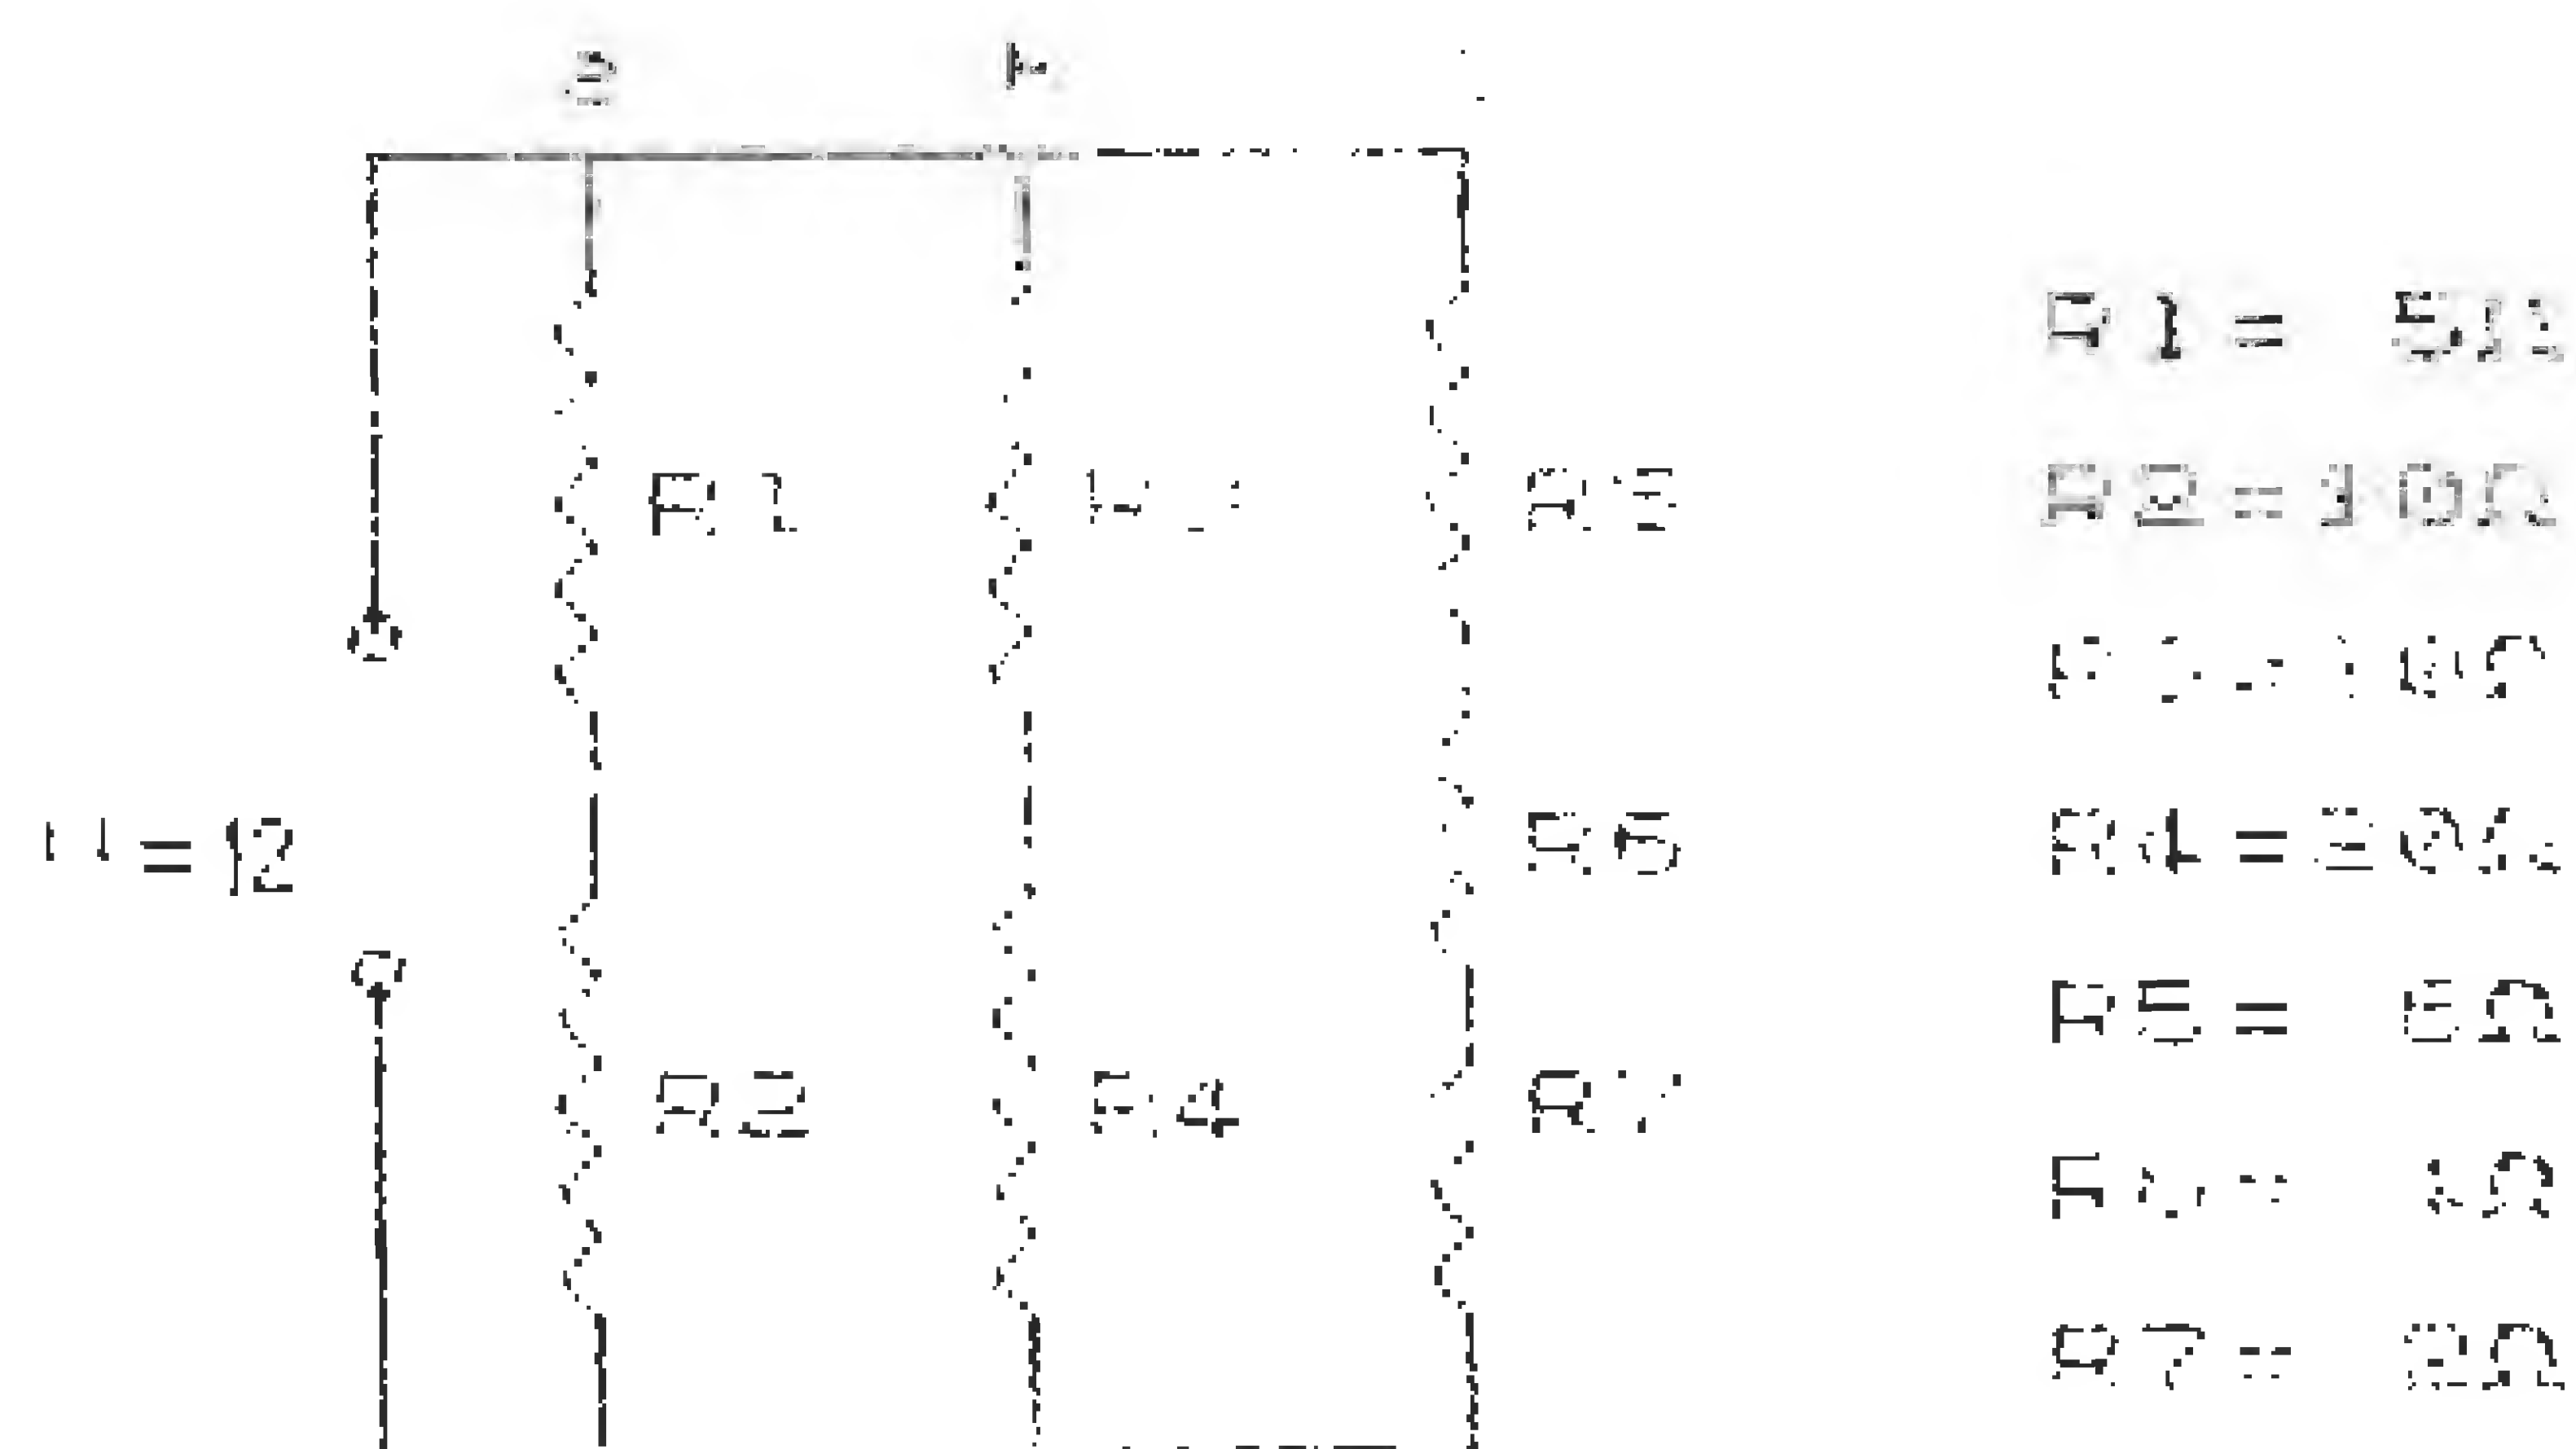

Figura 27/2
- 14 — Reportando-se à figura 27/2, monte uma resistência com  $10\ \Omega$ , entre os pontos «a» e «b» e outra com  $20\ \Omega$ , entre os pontos «b» e «c». Calcule a queda de tensão nas três resistências do circuito equivalente.